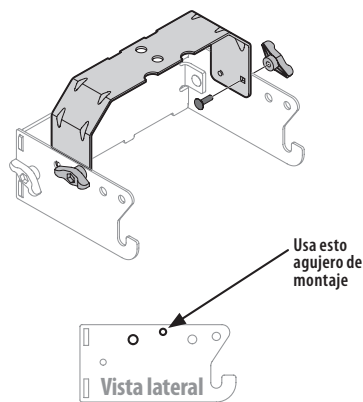

Figura 2
1. Sujete los dos soportes laterales de enganche al soporte de unión trasera (783-08129) universal utilizando los dos pernos de carro (710-0276) y las perillas de aleta (720-04122) del paquete de herrajes 689-02364. Consulte la Figura 2.
2. Dé vuelta el conjunto y monte la ménsula de soporte de enganche al conjunto de montaje como se muestra en la Figura 2.